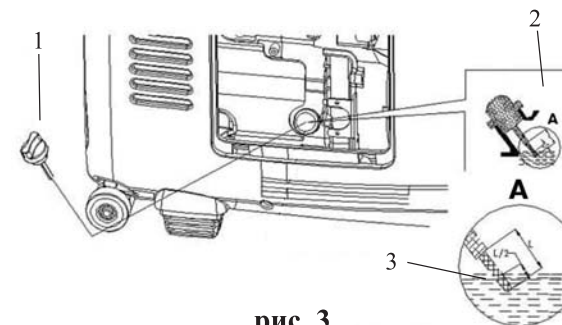
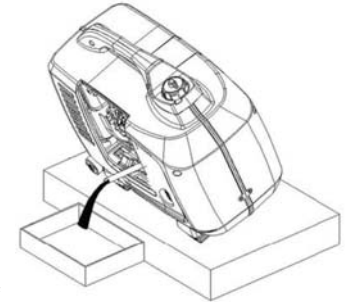

рис. 3
рис. 6
7.2.1 Открыв крышку **10** (рис. 1), вывинтите шуп-пробку **1** (рис. 3), из горловины картера **2** (рис. 3). Опустите в горловину сухой, чистый шуп и вытащите его - край смоченный маслом должен располагаться между отметками минимального и максимального допустимого уровней **3** (рис. 3).
7.5.1 На прогретом до рабочей температуры двигателе, откройте крышку **10** (рис. 1) и вывинтите пробку для слива масла **1** (рис. 3), под сливным отверстием разместите вспомогательную ёмкость как показано на рис. 6. После прекращения истечения масла, залейте новое масло до нижнего края заливного отверстия. Проверьте уровень масла.